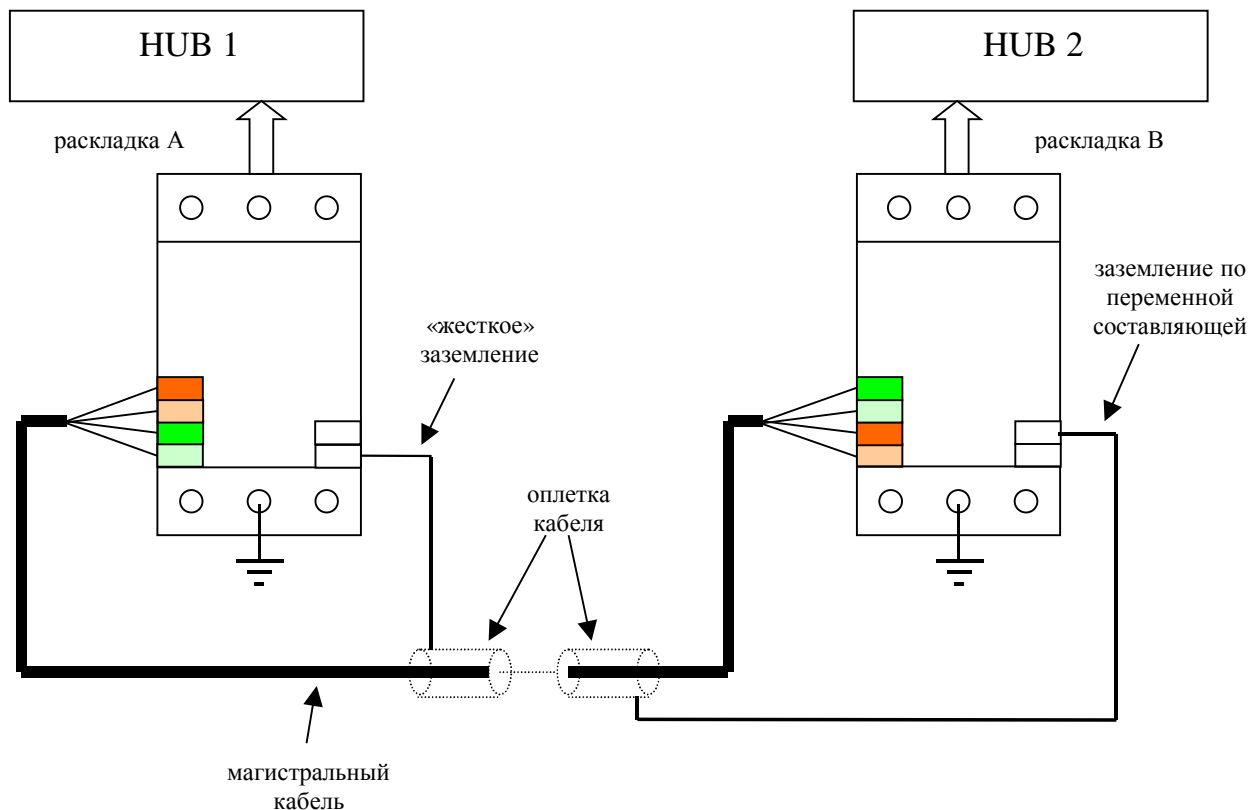

рис.3
3. Наружную проводку необходимо выполнять экранированным кабелем. При этом один конец оплетки кабеля заземляется жестко (контакт GND), а второй конец только по переменной составляющей (контакт IN GND). Если в кабеле остаются незадействованные проводники (обычно это бывает при использовании 4-х парного кабеля FTP или SFTP), ни в коем случае нельзя оставлять их никуда не подключенными. С ними нужно поступить так же, как и с оплеткой. Вариант подключения проводов при магистральной прокладке показан на рис.3.